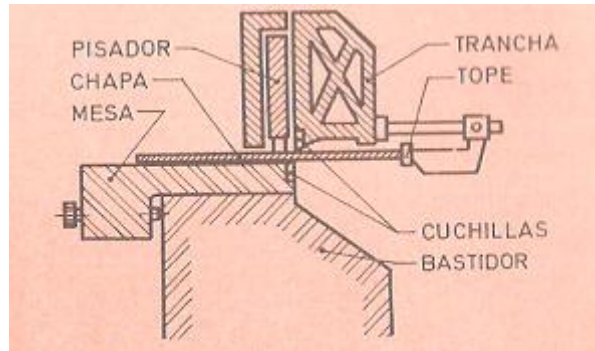

Fig.17
- **TranCHA** (fig.17). Está dotada de movimiento descendente y ascendente, produciendo el corte con la cuchilla superior que es solidaria de ella.
- **Cuchillas** (figs. 17 y 18). Son de acero de alta calidad y templado, rígidamente atornilladas a la trancha y a la mesa, respectivamente. Se pueden desmontar para afilarlas.
- **Pisadores** (fig.17). Pueden ser de una o varias piezas que oprimen la chapa en toda su longitud contra la mesa, mientras se realiza el corte.